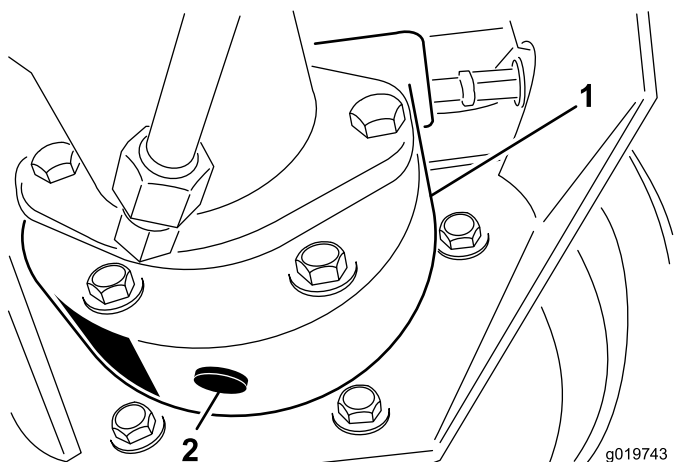

図 56
3. ブレーキハウジングの下に容器を置き、プラグを外してオイルを抜く 図 56。